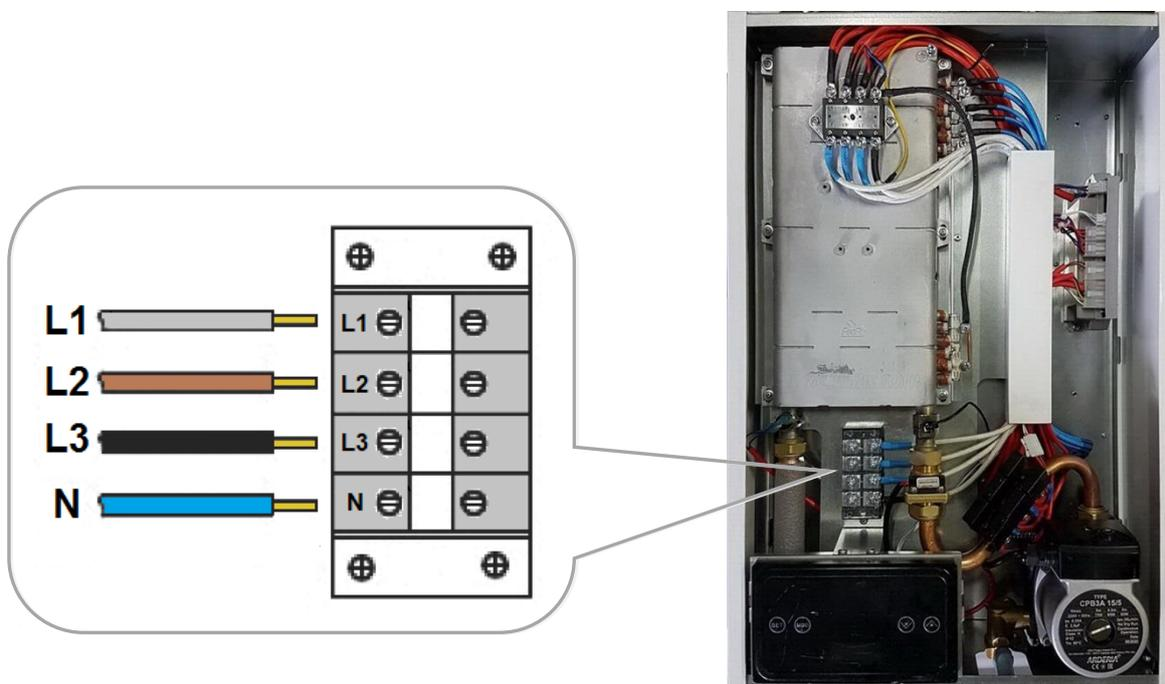
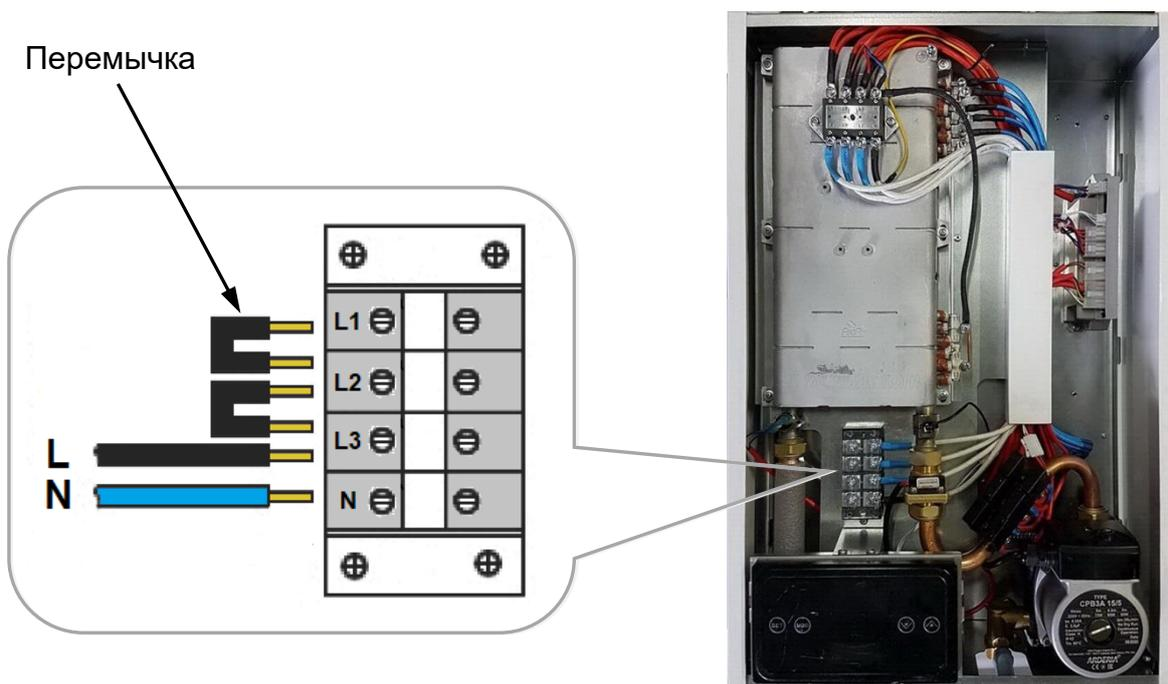

Рис. 12 Трёхфазное подключение
Рис. 13 Однофазное подключение
- Подключите все жилы кабеля к контактным выводам (клеммной колодке) электродкотла (См. Рис. 12 и Рис. 13)
- Подключение электродкотла к сети электроснабжения переменного тока 220 В. следует проводить через дифференциальный автоматический выключатель, совмещающий в себе функции автоматического выключателя (АВ) и устройства защитного отключения (УЗО). Дифференциальный автоматический выключатель выбирается по току нагрузки (См. Табл. 4). Для подключения трёхфазного котла к однофазной сети переменного тока 220 В. на блоке зажимов (клеммной колодке) необходимо установить перемишки (в комплект поставки не входят) для соединения с фазным проводом (См. Рис. 13).